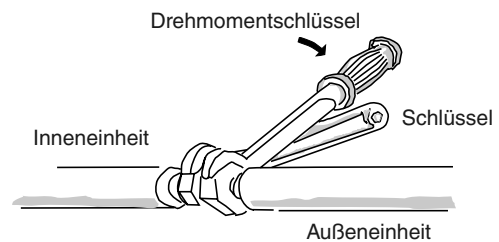

Abb. 7-6
- (1) Die aus der Wand hervorstehende, auf der Innenseite befindliche Kühlmittleitung fest mit der außenseitigen Leitung verbinden.
- (2) Die Überwurfmuttern mit dem rechts spezifizierten Anzugsdrehmoment festziehen.
- Wenn die Überwurfmutter von den Verbindungsstücken abgenommen oder nach dem Anschließen der Leitungen festgezogen werden, müssen unbedingt zwei verstellbare Schraubenschlüssel oder Maulschlüssel verwendet werden, wie in der Abbildung gezeigt. (Abb. 7-6) Wenn die Überwurfmutter zu stark festgezogen wird, kann dies eine Beschädigung der Aufweitung verursachen, was wiederum zu einem Kühlmittelleck und Verletzungen oder Erstickungserscheinungen bei im Raum befindlichen Personen führen kann.